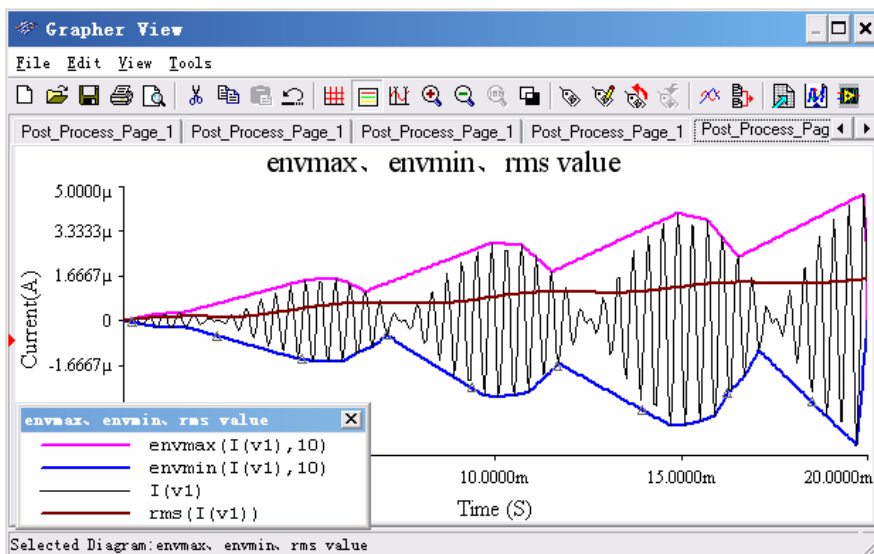

图 8-17 AM 调制信号的上下包络线及 RMS
2) 如图 8-17 所示是在 Grapher 中显示 Graph 类型的 AM 调制信号最高和最低包络线，并显示 RMS（有效值）曲线图。